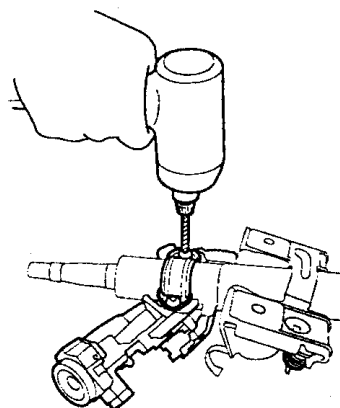

图 7-19 钻除保险螺栓
2) 如图 7-19 所示,将 2 个保险螺栓逐个进行对中打孔,然后,用 5mm 钻头钻去螺栓头。拆除保险螺栓时,小心不要损坏开关体。